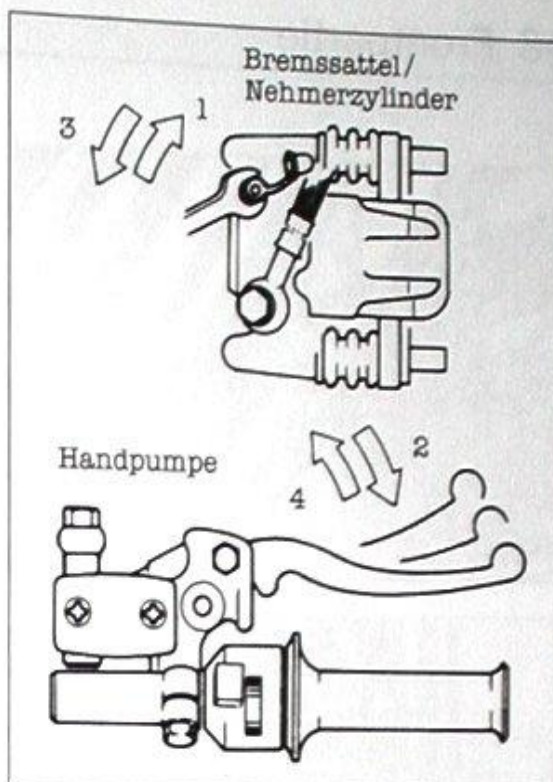

Bild 254
- Beim Befüllen des Hydrauliksystems abweichend vom im Wartungskapitel angegebenen Schema nach dem im Bild 254 gezeigten Ablauf vorgehen. Dabei den Entlüftungsschlauch in mit Bremsflüssigkeit befülltes Gefäß enden lassen.